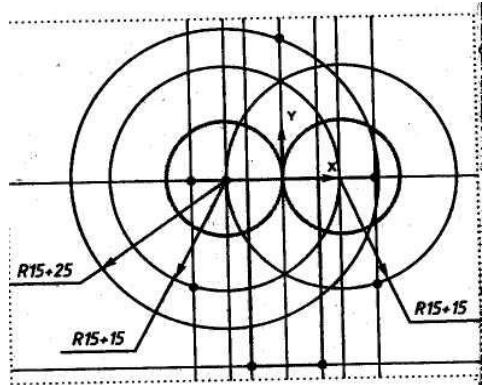

Рис. 54
7. По команде Ввод окружности на панели инструментов проводим две окружности радиусом $R=15\text{мм}$ сплошной толстой линией. Делаем вспомогательные построения: две окружности $R(15+15)$ для нахождения центров дуг сопряжения $R15$, окружность $R(15+25)$ для нахождения центра окружности сопряжения $R25$ (см. рис.54).